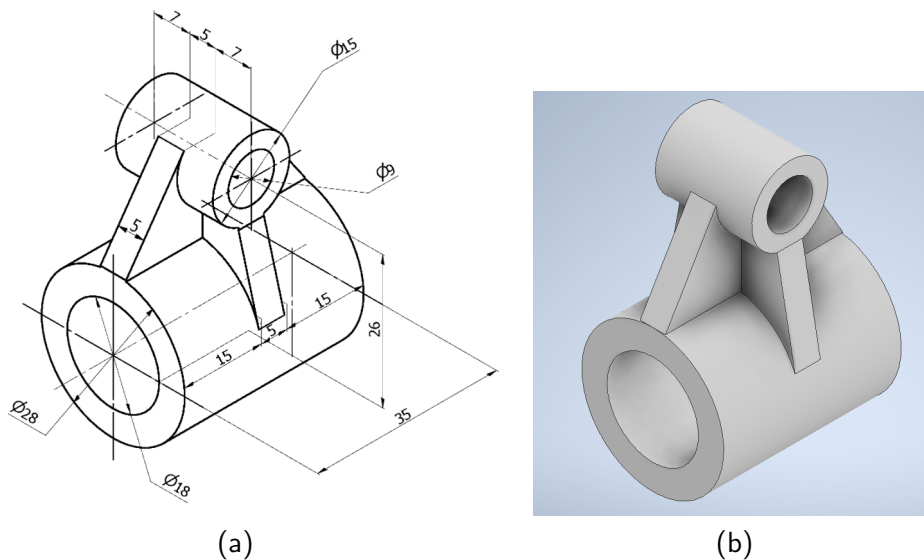
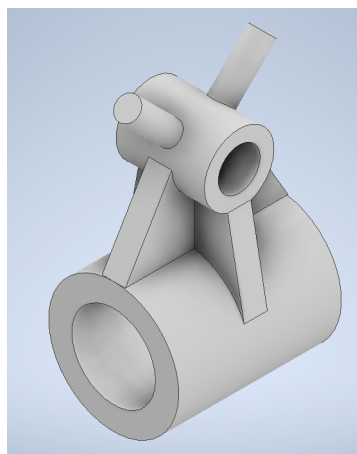

Figura 4: Vista isométrica de la pieza a dibujar con dimensiones en milímetros, (a) diseño base en milímetros, (b) diseño modificado.
Figura 5: Figura con cachos  $45^\circ$ .
1. Implementar en Autodesk Inventor® la pieza que se muestra en la fig. 4 con las medidas que se indican en milímetros. Adjunte a su informe los archivos del diseño, tanto del modelo 3D como del plano. En el texto de su informe incluya el render de la pieza, en vista isométrica, así como el dibujo del plano con las vistas frontal, superior, lateral e isométrica, anotadas con las dimensiones más relevantes para cada vista y que completen todas las medidas indicadas en la figura 4. Si no se cumple la entrega de los archivos y la inclusión de imágenes en el informe, la pregunta no tendrá puntos asignados.
2. Modifique el dibujo en Inventor de la figura 4 (b) agregándole dos barras cilíndricas en forma de *cachos* como se muestra en la figura 5. Las medidas de los cachos son de libre elección, salvo el ángulo de los cachos con respecto al eje vertical de la pieza, el cual debe ser de  $\pm 45^\circ$ .